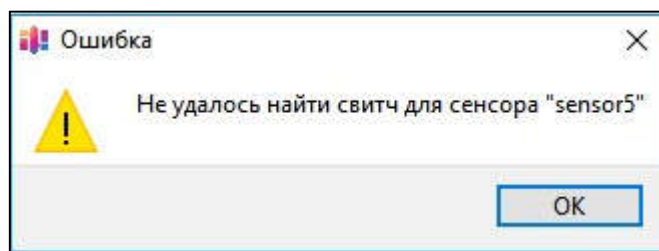

Рисунок 3.10 – Сообщение об ошибке
– несоответствие АСВОД и/или мультиплексов в экспортированной и текущей конфигурации. Например, если при экспорте был мультиплексор, а в текущей конфигурации его нет, возникнет подобное сообщение (см. рисунок 3.10):